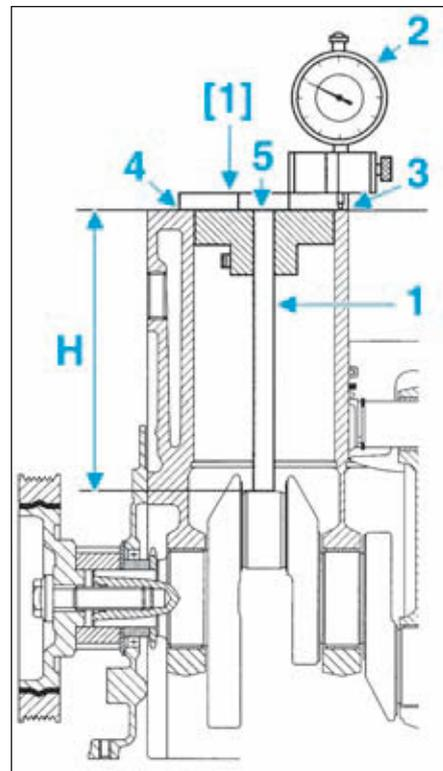

FIG.99
- Mettre l'outil [1] en lieu et place de l'ensemble bielle-piston-coussinets. Utiliser la jauge de profondeur (1) appropriée de l'outil [1] (Fig.99).
- Mettre l'outil [1] en lieu et place de l'ensemble bielle-piston-coussinets équipé d'une jauge de profondeur (1) de longueur (L) = 177,973 mm (Fig.99).
- Etalonner le comparateur (2) sur le bloc-cylindres en faisant la moyenne des points (3) et (4).
- Placer le comparateur en face de la jauge (1).
- Tourner le vilebrequin pour définir le PMH du maneton et relever le dépassement (5) de la jauge (1).